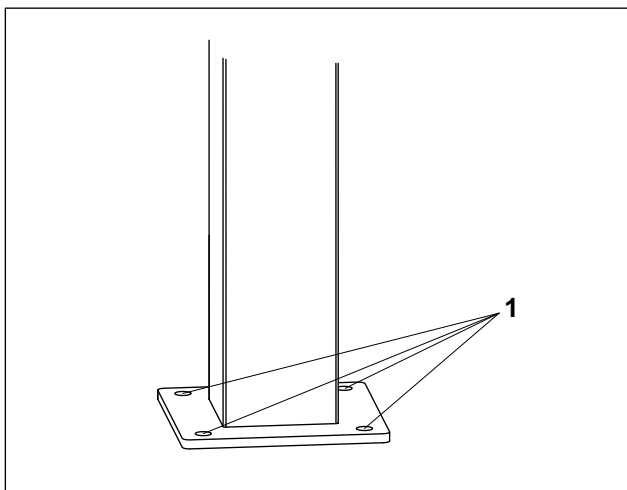

Fig. 2 Piastra di base della stele
2. Sulla fondazione di calcestruzzo segnare la posizione dei quattro fori mediante la piastra di base (fig. 2/1) della stele.